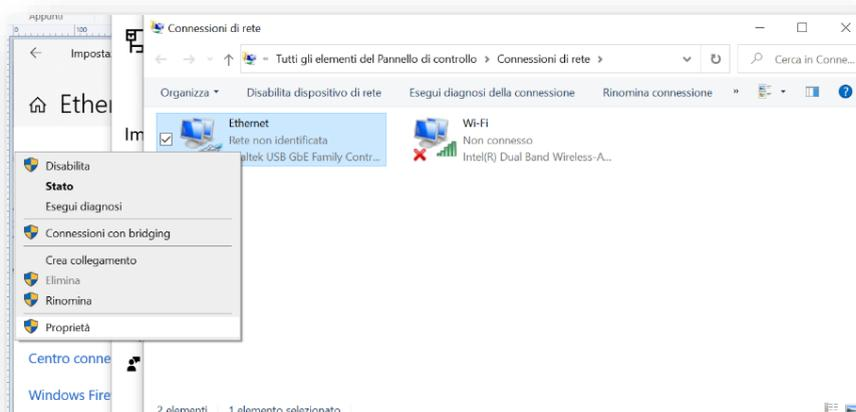

Fig. 12
5. Cliccare su "Modifica opzioni scheda". Comparirà una scheda con tutte le risorse di rete (Fig.12)